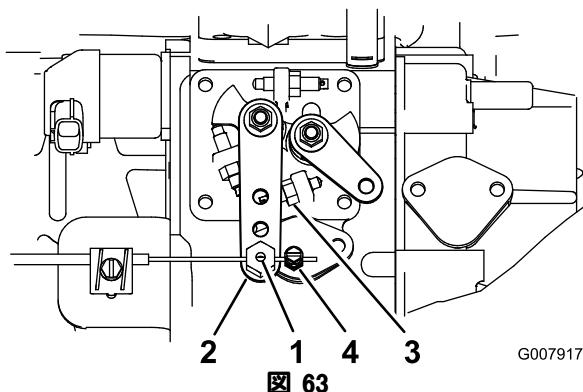

図 63
2. 燃料噴射ポンプのレバーの隣にあるスロットルケーブルのコネクタをゆるめる（図 63）。
3. インジェクションポンプレバーのアームをハイアイドルストップに当てる（図 63）。